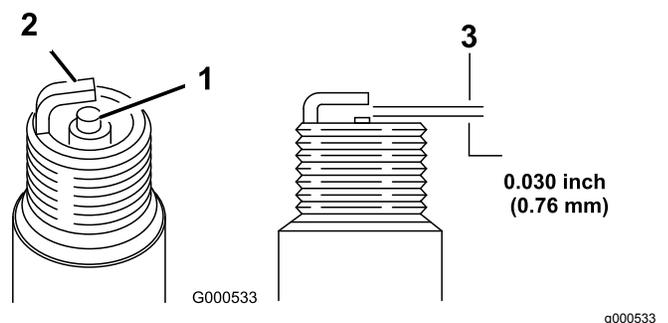

Рисунок 32
5. Установите в свече зазор, равный 0,76 мм; см. (Рисунок 32).